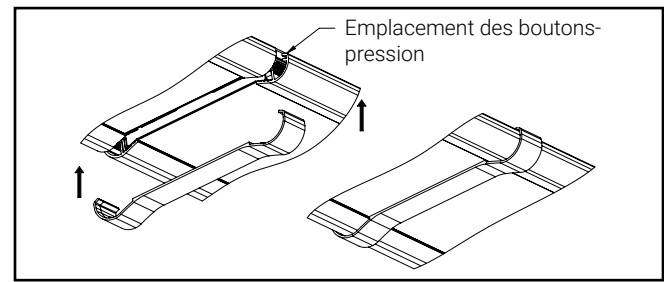

Figure 7
- Assurez-vous que tous les faisceaux de fils sont poussés vers le haut et à l'écart. Poussez ensuite la pièce de garniture vers le haut pour que les extrémités s'enclenchent sur les rails latéraux. Des bosses à l'intérieur de la pièce de garniture permettent de la centrer. Une fois installée, la pièce de garniture sera alignée avec les rails et le guide d'ondes. (Figure 7)